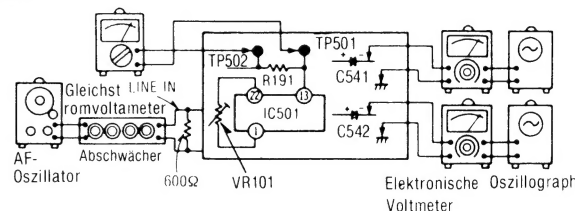

Fig. 19
1. Führen Sie die in Fig. 19 gezeigten Anschlüsse durch und geben Sie ein 1 kHz  $-27 \text{ dB}$  Signal vom LINE IN ein und stellen Sie den Lärmreduktionswähler in die Position dbx.